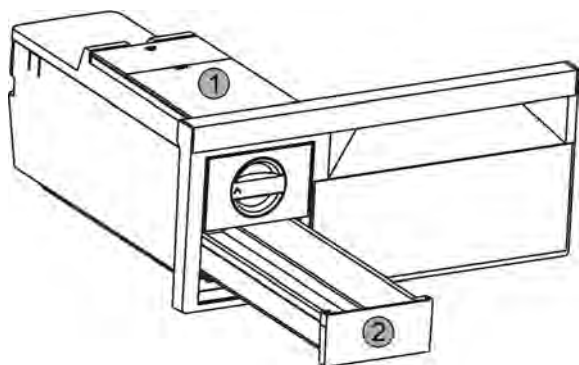

Fig. 38
- ▶ Извлечь бак для воды Fig. 38 (1) и выдвижной ящик для производства кубиков льда Fig. 38 (2).